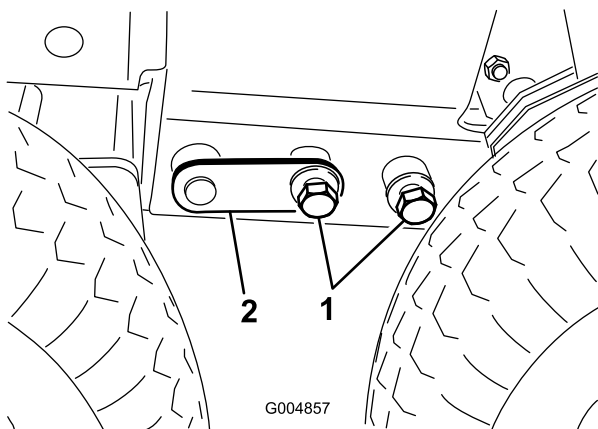

Figura 50
14. Regolate il martinetto come necessario per montare i bulloni (3/4 poll.) su ciascun lato (Figura 50).